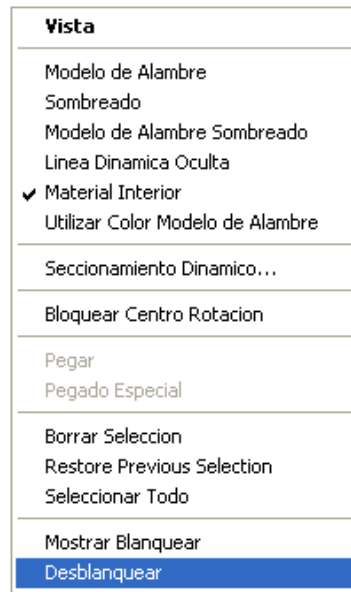

Figura 2.19 Seleccionar Desblanquear del menú Vista.
- Hacer clic con el botón derecho del ratón en la zona de gráficos y desde el menú Vista seleccionar Desblanquear, Figura 2.19 (teclas rápidas Ctrl + L), todas las líneas blanqueadas serán seleccionadas y aparecerán junto con la entidad no seleccionada.